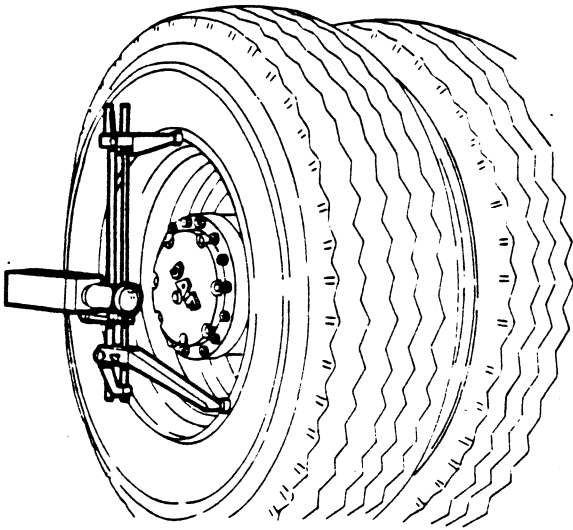

Fig. 2
2. Plaats stopblokken voor de voorassen en krik de achteras op. Breng vervolgens opspanners met projectoren aan op de beide wielen van de as (Fig. 2).